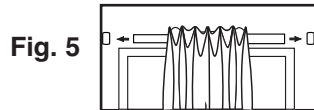
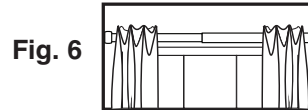

Fig. 5
Fig. 6
5. Place window treatment onto rod (fig. 5). Screw rod into brackets (fig. 6).
5. Coloque la decoración para ventana sobre la varilla (fig. 5). Fije la varilla en los soportes (fig. 6).